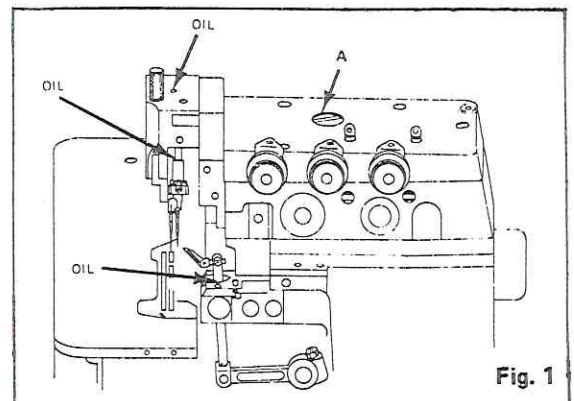

Fig. 1
(1) Lubrication Fig. 1
Lubrificación. Fig. 1
Lubrification Fig. 1